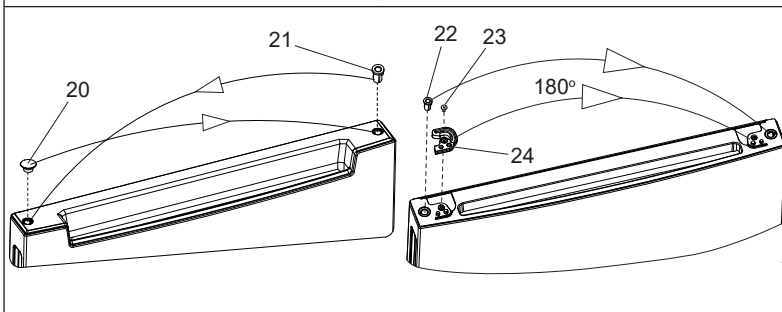

Рисунок 13
16. На верхней стороне нижней двери переставьте заглушку 20 и втулку 21 местами (см. рисунок 13).
17. На нижней стороне каждой двери переставьте втулку 22 на противоположную сторону (убедитесь в правильности установки втулки - выступ на втулке должен совпадать с пазом посадочного места в накладке). Открутив винт 23, переставьте дозакрыватель 24 (без зазора) на противоположную сторону (см. рисунок 13).